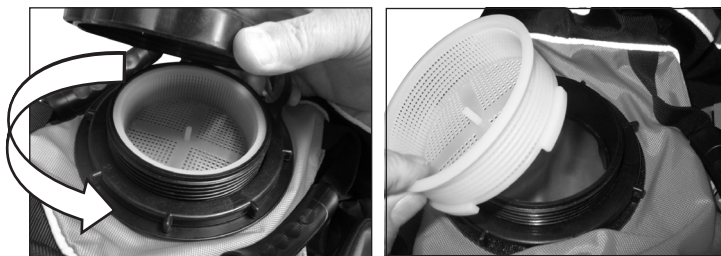

Figure 1.
1. Retirer le bouchon en le tournant à la main dans le sens inverse des aiguilles d'une montre et retirer le panier-filtre. (Voir la Figure 1.)